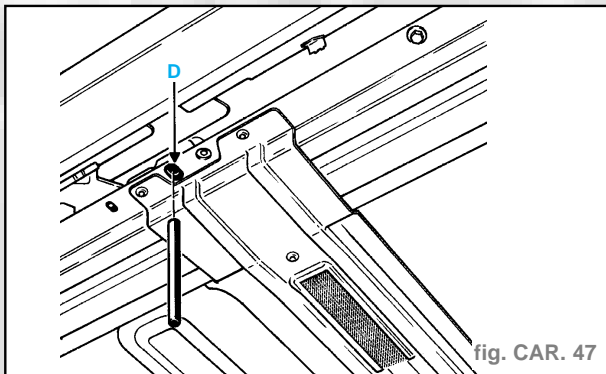

fig. CAR. 47
- A deux personnes, repositionner l'ensemble et centrer le toit à l'aide de deux piges Ø 10 en (D) (fig. CAR. 47).